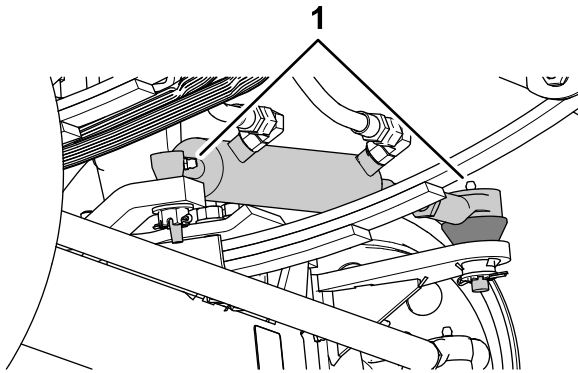
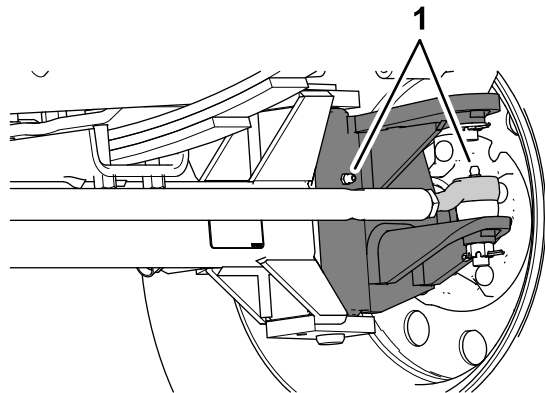

Figure 66
Figure 67
1. Essuyez les graisseurs (Figure 66 et Figure 67).
- Injectez de la graisse dans les graisseurs (Figure 66 et Figure 67).
Remarque: Les emplacements des graisseurs sont illustrés à la Figure 66.